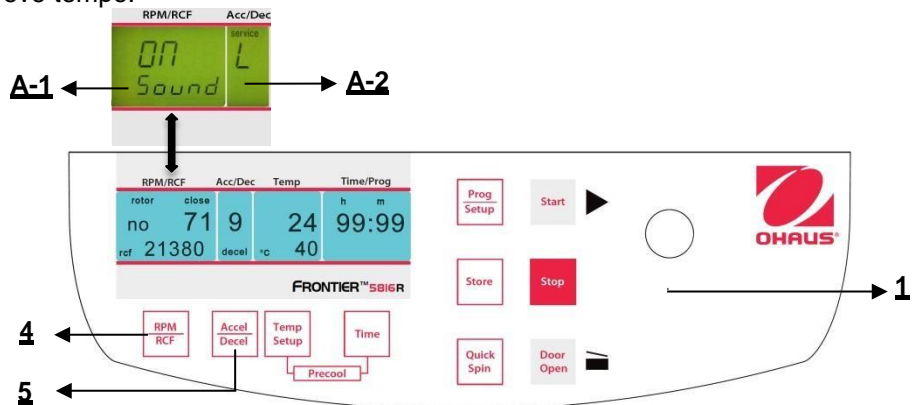

Figura 35
Procedere come descritto al punto 4.1.1 per inserire questa modalità programma e poi premere il tasto "**Accel/Decel**" (5). Sul display "**Acc/Dec**" (A-2) lampeggia la parola "**Service**". Selezionare adesso la lettera "**L**" con la manopola di regolazione (1). Di conseguenza, compaiono le parole "**On Sound**" sul display "**RPM | RCF**" (4). Se adesso si preme il tasto "**RPM | RCF**" (4), lampeggia la parola "**On**" e si può disattivare la suoneria, con la manopola di regolazione(1) (Vedere figura 35).